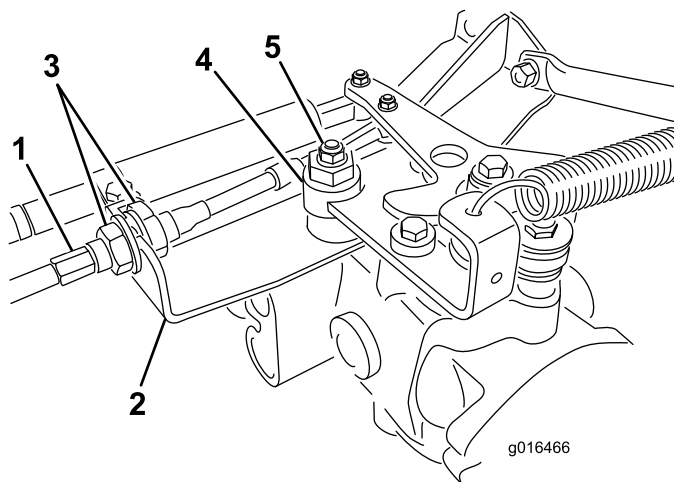

Рисунок 42
A. Ослабьте затяжные гайки, которые крепят тросик управления тягой к кронштейну на гидростате (Рисунок 42). Ослабьте зажимные гайки одинаково и в степени, достаточной для регулировки.
B. Ослабьте гайку крепления эксцентрика к верхней части гидростата (Рисунок 42).
- D. Поворачивайте эксцентрик до тех пор, пока не прекратится медленное вращение колеса в любом направлении. Когда колесо перестанет вращаться, затяните гайку, которая фиксирует эксцентрик и регулировку (Рисунок 42). Проверьте регулировку в положениях дроссельной заслонки Slow («Медленно») и Fast («Быстро»).
- E. С каждой стороны перегородки **равномерно** затяните контргайки, крепящие тяговый тросик к перегородке (Рисунок 42). Не перекручивайте тросик.